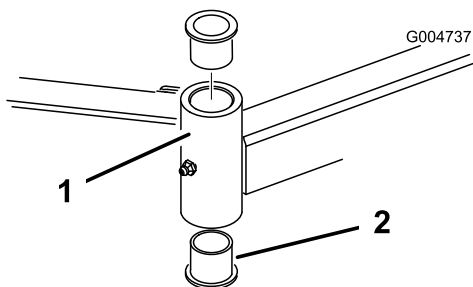

Figura 79
4. Inserite un punteruolo nella parte superiore o inferiore del tubo di fissaggio, e spingete la boccola fuori del tubo (Figura 79). Estraete dal tubo anche l'altra boccola. Pulite l'interno dei tubi di fissaggio.